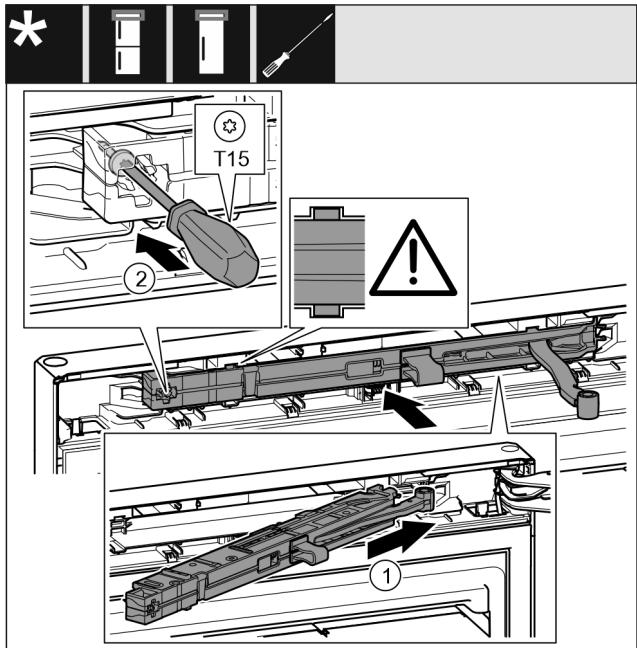

Fig. 22
- Schließdämpfereinheit auf der Lagerbockseite bis zum Anschlag schräg in die Aussparung einschieben. *Fig. 22 (1)*
- Schraube mit einem Schraubendreher T15 fest-schrauben. *Fig. 22 (2)*